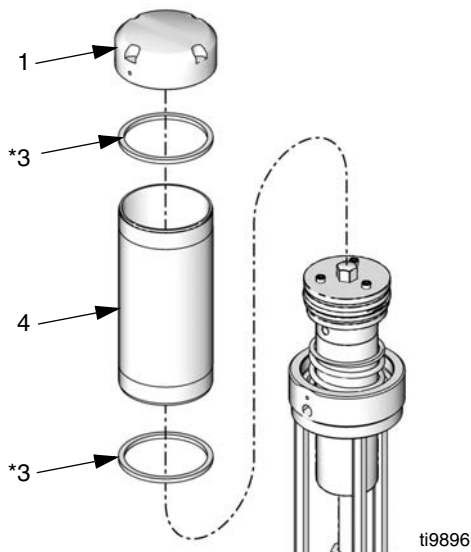

Рис.10
- 1 Снять крышку (1), цилиндр (4), и квадратные сальники (3\*). Рис.10 Проверить все узлы установки, включая пружину под крышкой (не показана), на повреждения и, если надо, заменить их. См.Рис.10. Отвинчивание производить вручную или с помощью цепного ключа во избежание деформации цилиндра.